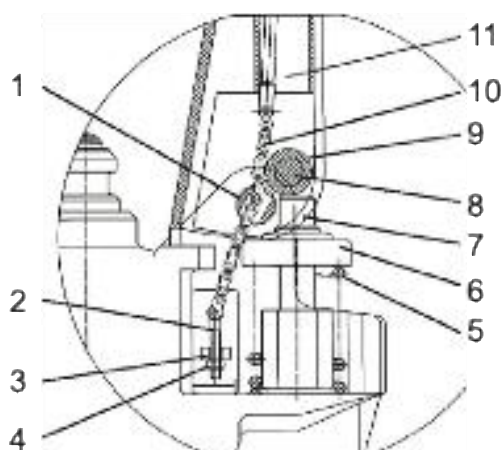

Bild 7 Sidovy
- b) Ställ kontrollspaken på styrarmen till läget 'LOWER', för sedan justeringsmuttern, justerbulten genom hålet på axeln med handen (Bild 7).